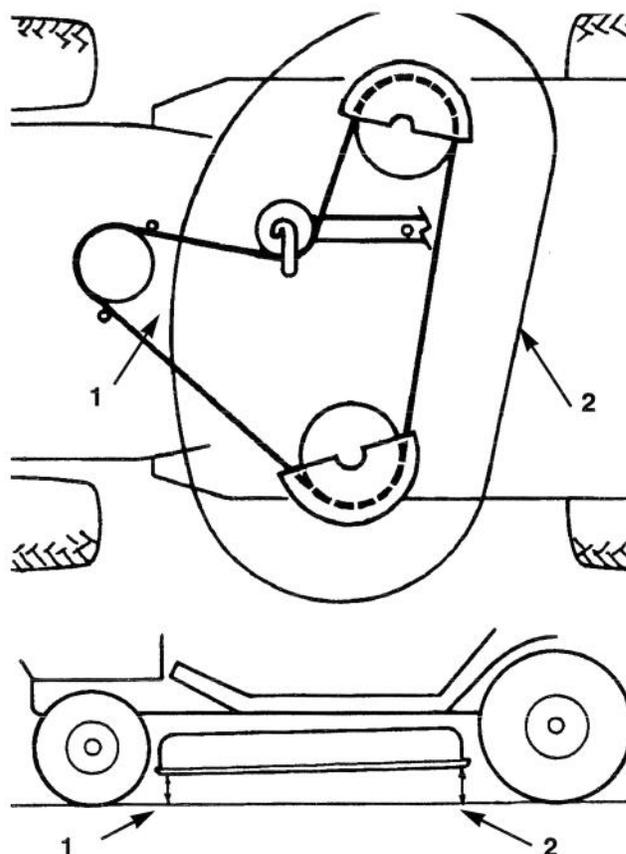

Figure 52
4. Mesurer la portion de tige dépassant du bloc de réglage de chaque côté du châssis (Fig. 52). Si la longueur de la tige n'est pas égale à 15,875 mm, déposer la goupille et la rondelle à l'extrémité de
la tige (Fig. 52) et tourner la tige jusqu'à ce que cette dimension soit obtenue. Insérer ensuite l'extrémité de la tige dans le trou du support de la tondeuse et la fixer au moyen de la rondelle et de la goupille. Répéter cette procédure de l'autre côté de la tondeuse.
6. Tourner les contre-écrous de blocage sur les boulons à oeillet pour changer le réglage (Fig. 52). Pour relever l'avant de la tondeuse, serrer les contre-écrous; pour l'abaisser, desserrer les contre-écrous.